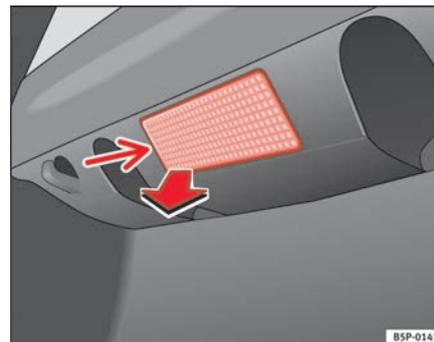

Abb. 198 Gepäckraumbeleuchtung
- Das Lampenglas der Glühlampe durch Druck mit einem Schraubenzieher auf dessen Unterkante -Pfeil- abnehmen ⇒ Abb. 198. ▶